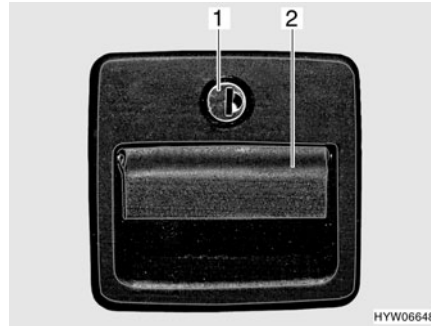

Fig. 28 Cerradura de la trampilla con tirador concha (ancha)
- Introducir la llave en el cilindro de cierre (Fig. 28,1) y girarla un cuarto de vuelta en sentido contrario a las agujas del reloj. La cerradura de la trampilla está desbloqueada.
- Tirar del asidero de la cerradura (Fig. 28,2). La trampilla exterior está abierta.